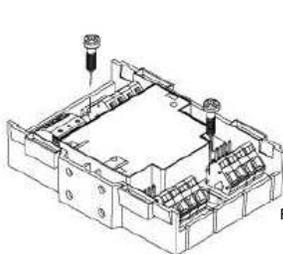

Fig. 4.4.1.
- Instalação diretamente em um gabinete de comutação ou em uma unidade de controle: monte o módulo sobre uma superfície uniforme (Fig. 4.4.1)
2. Fixe o módulo com dois parafusos (M4 X15) (Fig.4.4.1). Distância entre furos:  $63,5 \pm 1,0$  mm.